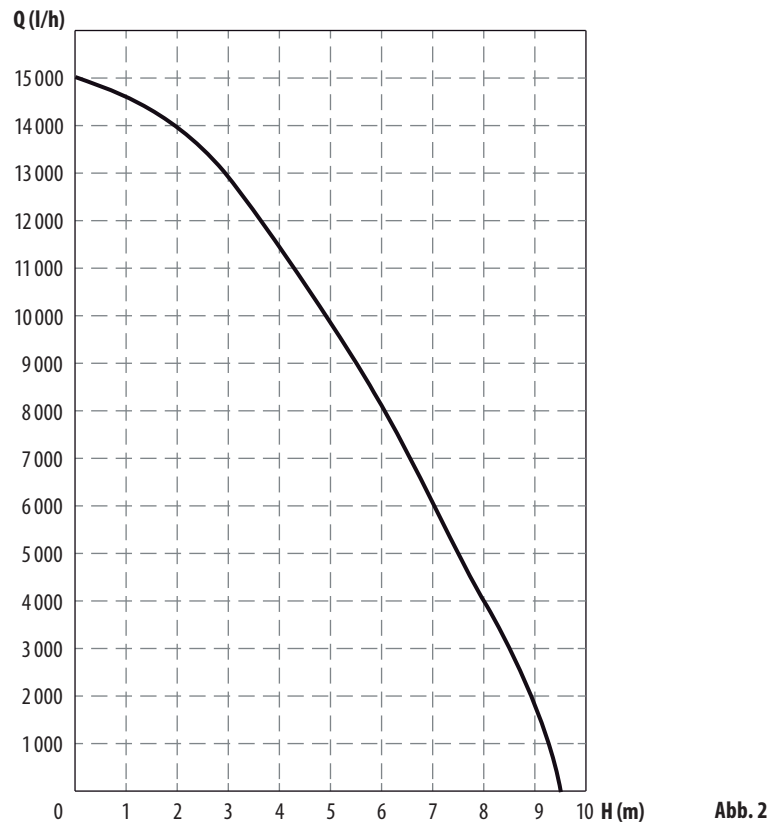

Abb. 2
- 1) Das Flussdiagramm (Abb. 2) zeigt die Abhängigkeit des Durchflusses von der Förderhöhe. Je kleiner die Förderhöhe, desto größer der Durchfluss. Der angegebene maximale Durchfluss wird unter idealen Bedingungen bestimmt, wenn Faktoren, die ihn reduzieren, ausgeschlossen werden, so dass der Durchfluss mit anderen Pumpenmodellen vergleichbar ist. Der Durchfluss / Förderhöhe hängt auch von der Länge des Förderschlauchs ab, wobei 10 m Förderschlauch in horizontaler Position ca. 1 m Förderhöhe entsprechen. Der Durchfluss wird durch die Schlauchverbindungen oder Armaturen am Schlauch reduziert, da diese einen kleineren Innendurchmesser als der Schlauch haben.